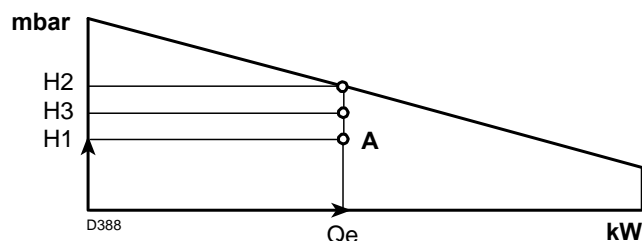

图 40
点 A 必须在出力范围内（图 40）。
- 4 - 从点 A 画一条垂直线，图 40，在出力范围内找到最大压力 H2。
如果 H3 大于 H1，如图 40，燃烧器可达到所需出力。